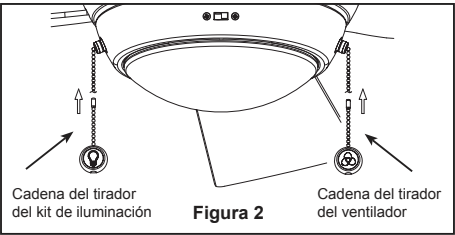

Figura 2
2. Instale el cadena del tirador del ventilador y cadena del tirador del kit de iluminación. (Figura 2)